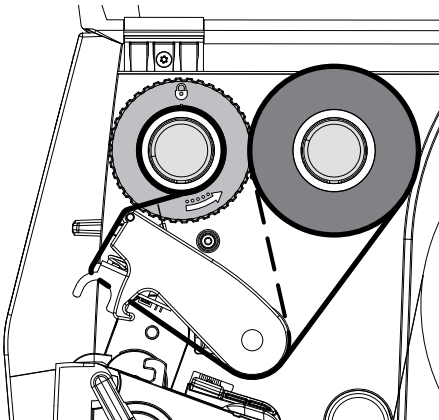

Figura 13 Deplasarea benzii de transfer
5. Ajustați poziția opritorului de margine de pe înfășurător la lățimea miezului benzii (4) și împingeți miezul benzii pe înfășurător (2).
6. Ghidați banda prin modulul de tipar conform Figura 13.
► Conduceți banda de transfer pe senzorul pentru etichete (6).
7. Fixați capătul de început al benzii cu o bandă adezivă pe centrul miezului benzii (4). Respectați totodată direcția de rotație în sens antiorar a înfășurătorului benzii.
8. Rotiți înfășurătorul benzii (2) în sens antiorar pentru a întinde banda.